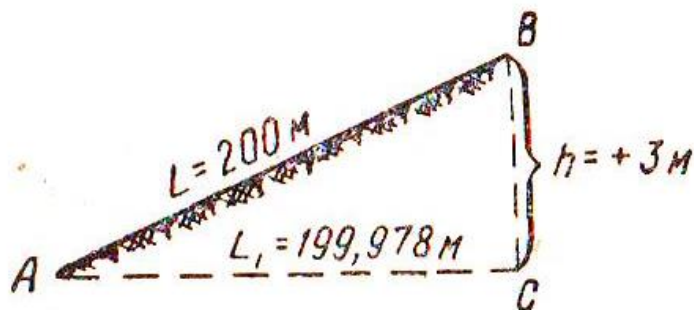

Рис. 2. Поправка к длине линии за превышение
**Пример:** Определить горизонтальную проекцию  $L_0$  линии АВ, если длина наклонной линии  $L = 200,00$  м и отметки точек  $H_A = 177,00$  м. и  $H_B = 180,00$  м. (см. рисунок 2)